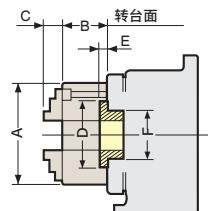

Fig.1
- *的夹盘是日研直接装在转台面的手动夹盘(前面装着用)。(Fig.1)